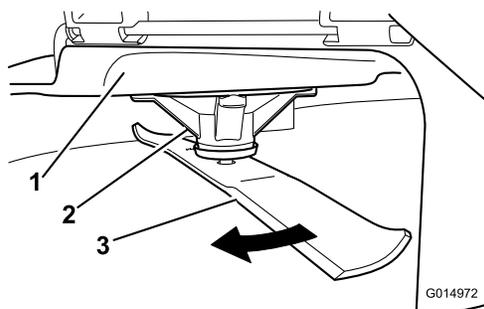

Рисунок 103
2. Используя толстые перчатки или другие подходящие средства защиты рук, медленно поверните нож в положение, позволяющее измерить расстояние от режущей кромки до уровня горизонтальной поверхности, на которой стоит машина (Рисунок 103).